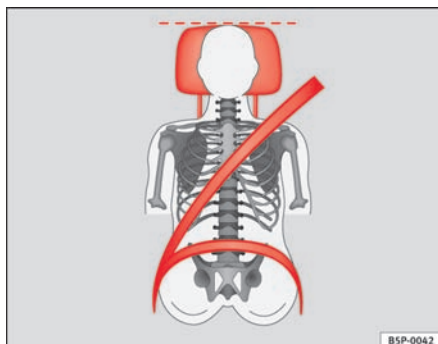
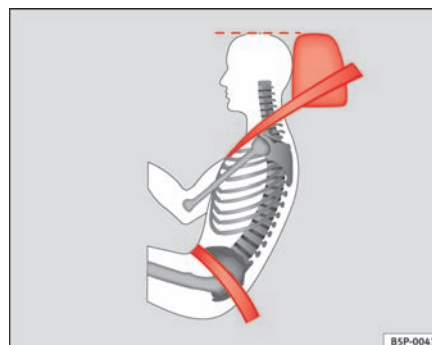

Fig. 92 Set forfra: korrekt indstillet hovedstøtte og korrekt placering af selen
Fig. 93 Set fra siden: korrekt indstillet hovedstøtte og korrekt placering af selen
- Indstil hovedstøtterne således, at hovedstøttens øverste kant er på højde med den øverste del af dit hoved eller mindst i øjenhøjde ⇒ fig. 92 og ⇒ fig. 93.